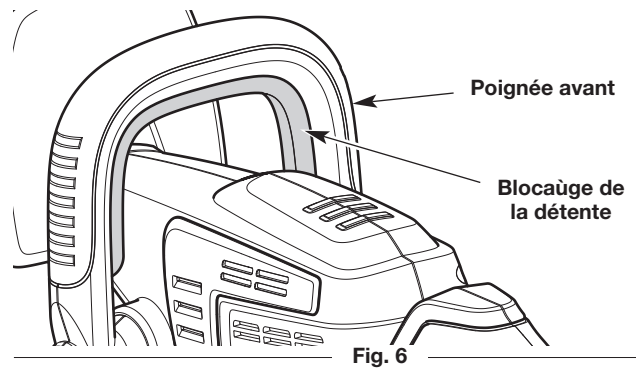

Fig. 6
2. Serrez le blocage de la détente se trouvant dans la poignée avant et maintenez-le en place (Fig. 6).
1. Relâchez la détente ou le blocage de la détente (Fig. 6 et 7).